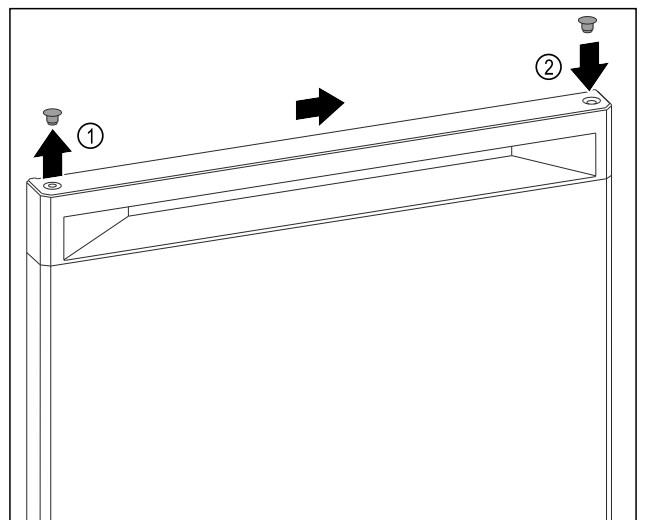

Fig. 7
- ▶ Afdekdop van de bovenkant van de deur Fig. 7 (1) voorzichtig optillen met een platte schroevendraaier.
- ▶ Plaats de afdekdop aan de andere kant. Fig. 7 (2)